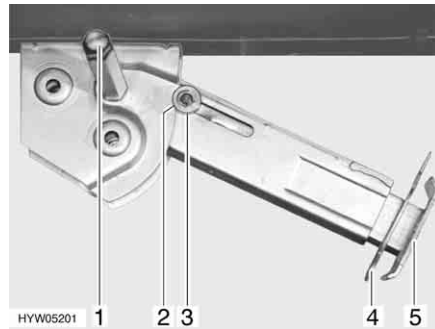

Bild 23 Stödben
- Placera hylsnyckeln på sexkanten (Bild 23,1) och vrid runt den tills stödbenet står rakt neråt.
- Drag ut sprinten (Bild 23,4) ur stödbensförlängningen (Bild 23,5).
- Placera hylsnyckeln på sexkanten (Bild 23,1) och vrid runt den tills stödbenet inte längre sitter mot marken.
- Skjut in stödbensförlängningen (Bild 23,5) helt och sätt in sprinten (Bild 23,4) i borrhålet på stödbensförlängningen.
- Vrid på sexkanten (Bild 23,1) med hylsnyckeln tills stödbenet har svängts upp och styrbrickan (Bild 23,3) befinner sig längst upp i skåran (Bild 23,2).